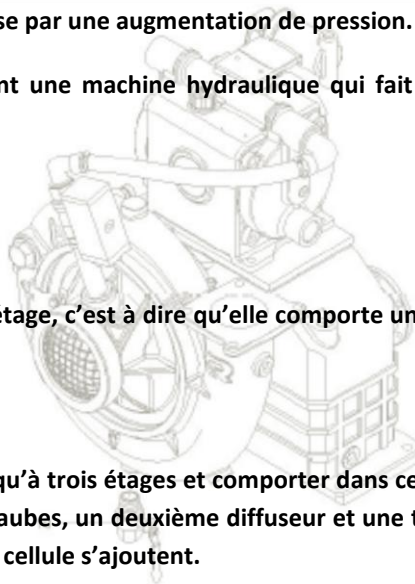

Fig. 3
- Les pompes monocellulaires : Fig. 3